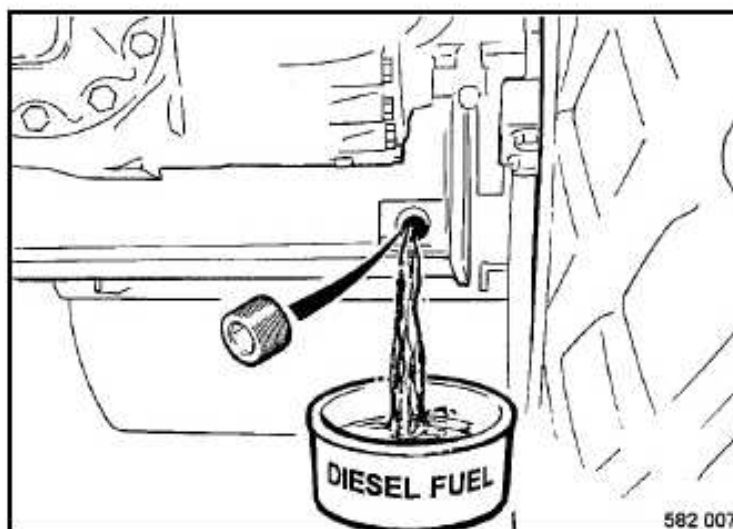

Fig. 110
- Desenroscar el tapón de descarga (Fig. 110) situado debajo del depósito de combustible, y descargar unos 5 litros de combustible.